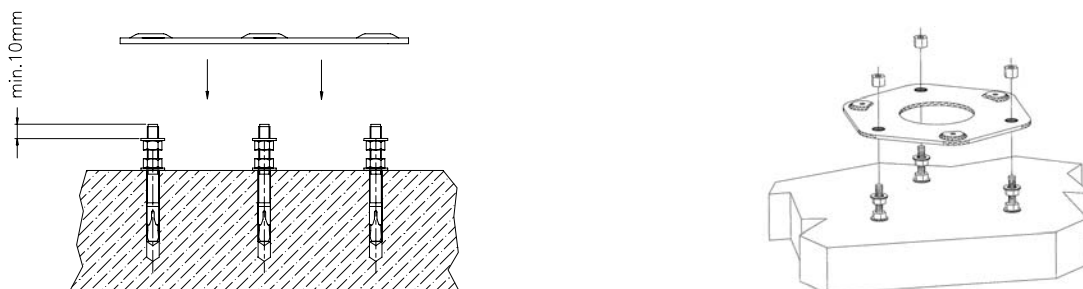

Fig.4
- I secondi dadi esagonali, seguiti dalle rondelle serviranno per l'appoggio della piastra (fig.4);